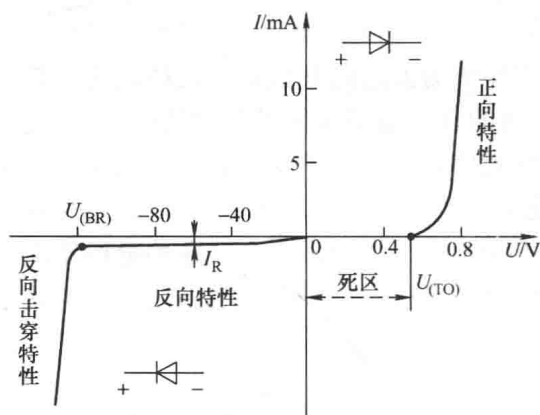

图 1-16 二极管的伏安特性
(1) 二极管的伏安特性 二极管两端的电压 U 及流过二极管的电流 I 之间的关系曲线, 称为二极管的伏安特性, 如图 1-16 所示。
1) 正向特性 二极管外加正向电压时, 电流和电压的关系称为二极管的正向特性。由图 1-16 可见, 当二极管所加正向电压比较小时 ($0 < U < U_{(TO)}$), 二极管上流经的电流为 0, 管子仍截止, 此区域称为死区, $U_{(TO)}$ 称为死区电压 (门槛电压)。硅二极管的死区电压约为 0.5V, 锗二极管的死区电压约为 0.1V。
2) 反向特性 二极管外加反向电压时, 电流和电压的关系称为二极管的反向特性。由图 1-16 可见, 在常温下, 二极管外加反向电压时, 反向电流很小 ($I \approx -I_R$), 而且在相当宽的反向电压范围内, 反向电流几乎不变, 因此, 称此电流为二极管的反向饱和电流。
3) 反向击穿特性 由图 1-16 可见, 当反向电压的值增大到 $U_{(BR)}$ 时, 反向电压值稍有增大, 反向电流会急剧增大, 称此现象为反向击穿, $U_{(BR)}$ 为反向击穿电压。利用二极管的反向击穿特性, 可以做成电压调整二极管 (稳压二极管), 但一般的二极管不允许工作在反向击穿区。